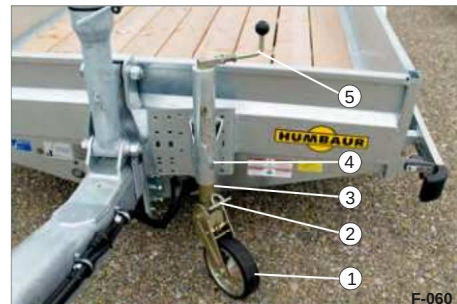

Fig. 33 Støttehjul, halvautomatisk
• Fold håndsvinget ud (fig. 33/5). Tryk mod fjederen.
• Drej med uret, indtil øjet (fig. 33/2) er over krogen (Fig. 33/4).
Drej mod uret, indtil støttehjulet (fig. 33/1) er helt hævet.
• Fold håndsvinget ind (fig. 33/5) en.
ÿ Fold håndsvinget ud (fig. 33/5). Tryk mod fjederen.
• Drej med uret, indtil øjet (fig. 33/2) kommer ud af krogn
(Fig. 33/4) kan fjernes.
ÿ Drej mod uret, indtil støttehjulet (fig. 33/1) hviler på jorden.
ÿ Fold håndsvinget ind (fig. 33/5)